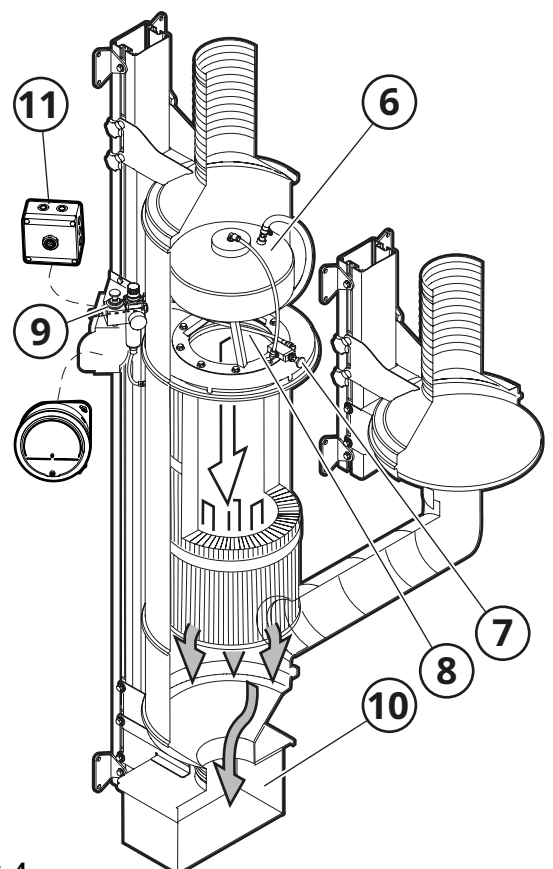

Fig. 4
Pour effectuer le nettoyage (5, **Fig. 4**), appuyez manuellement sur le bouton de nettoyage à l'air comprimé (6) afin qu'une impulsion d'air comprimé élimine les saletés dans le filtre. L'impulsion d'air comprimé provient de la buse de soufflage (7). La puissance de l'impulsion se règle sur le régulateur d'air comprimé (8).
Une alarme sonore (10, **Fig. 4**) signale que le débit d'air est inférieur à 600 m³/h, ce qui indique que la capacité d'aspiration de la machine est insuffisante.